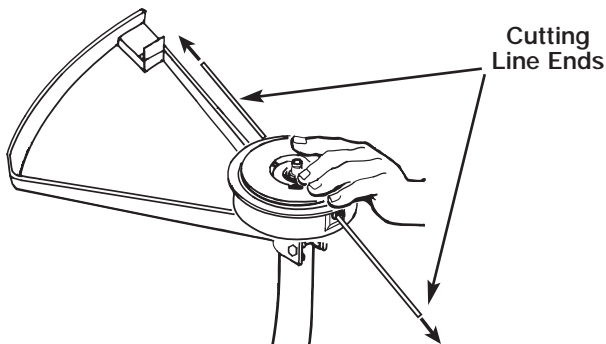

Fig. 19
9. Une fois la bobine en place, appuyer pour compresser le ressort. Tirer fermement sur chaque extrémité du fil pour le dégager des encoches (Fig. 19).